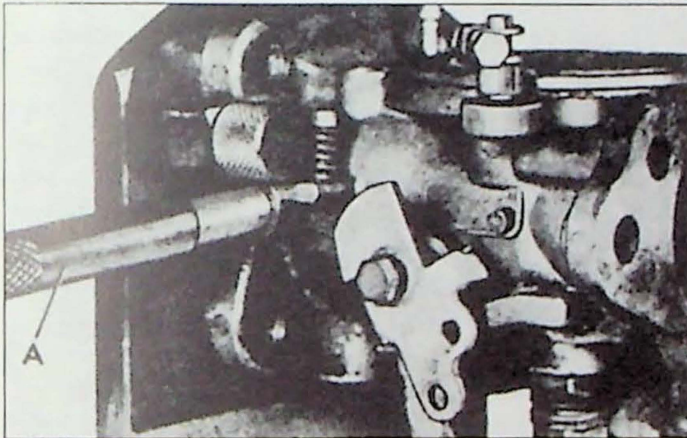

Fig. 3.22. Inpersen van de bus. A= SVO 2402
4. Draai na voltooiën van het ruimen de tap van het statief 90°, zodat deze een stop vormt, inwendig in het huis voor de nieuwe bus en drijf deze erin met drevel SVO 2402 (Fig. 3.22).